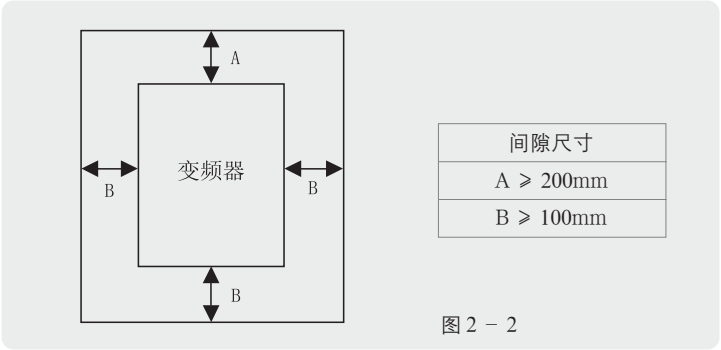

图 2 - 2
- (1) 变频器应竖直安装，在正前方看到 RNB3000 标牌，请勿倒装或水平安装。应使用螺钉安装在牢固的结构上。
- (2) 变频器运行时要产生热量，为确保冷却空气的通路，应如图 2 - 2 所示，设计留有一定的空间。因产生的热量向上散发，所以不要安装在不耐热设备的下方。